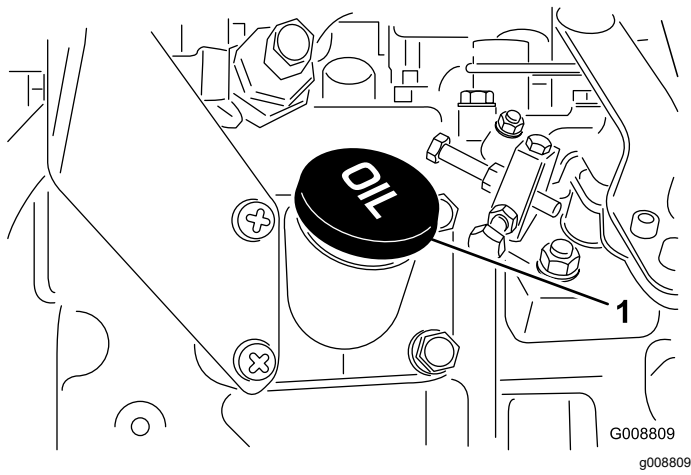

图 52
4. 如果油位低于安全范围应取下加油盖 (图 52) 添加机油直至油位达到“已满”标记。